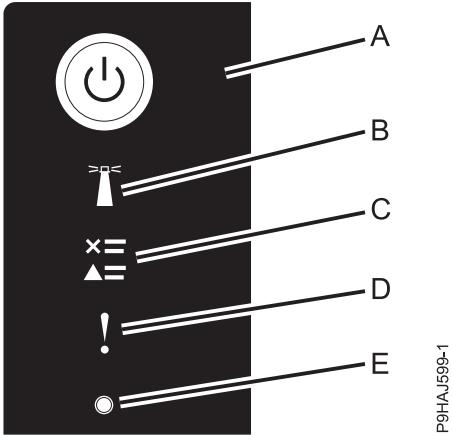

図 12. コントロール・パネルの LED
- 次の図に示す電源 LED (A)が明滅している。
- 25 ページの図 12 に示すように、コントロール・パネル上の電源ボタン (A) を押します。